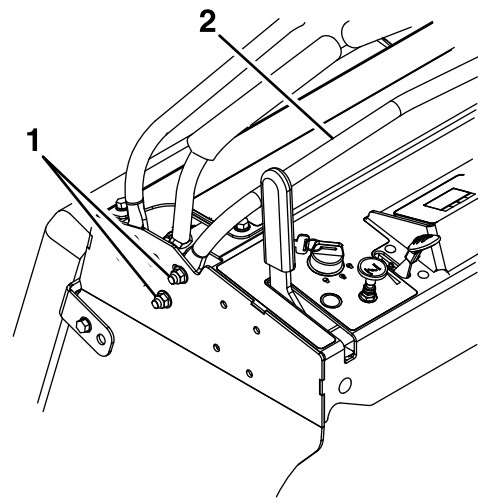

Figura 29
2. Afloje los pernos en ambos lados de la columna de control aflojando las dos tuercas de cada lado (cuatro en total) de la consola (ver Figura 29).